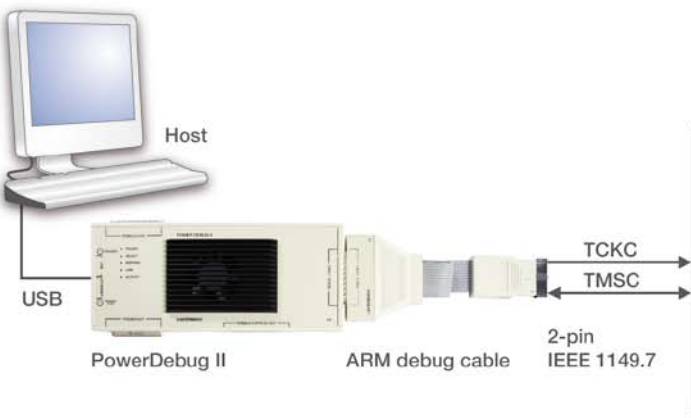

Fig. 15: Le protocole IEEE1149.7 reconvertis la communication vers le protocole JTAG.
- IEEE1149.7 possède un connecteur à deux broches. Dans le composant, le contrôleur 1149.7 reconvertis la communication vers le protocole JTAG (voir figure 15).